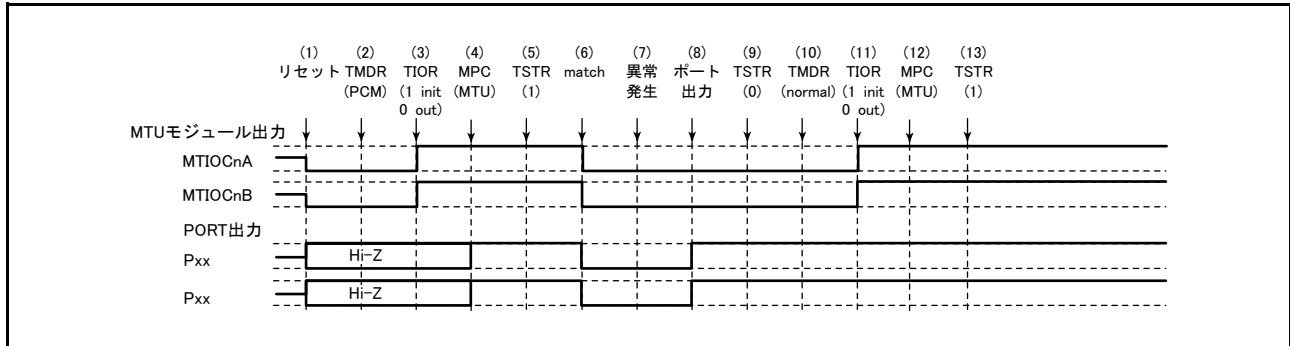

図 22.161 位相計数モードで異常が発生し、ノーマルモードで復帰する場合
位相計数モードで異常が発生し、再設定後ノーマルモードで再スタートする場合の説明図を図 22.161 に示します。
(1) ~ (9) は図 22.161 と共通です。
(10) PWM モード1を設定します。
(11) TIOR レジスタで端子を初期化してください (PWM モード1では MTIOCnB (MTIOCnD) 端子に波形が出力されません。出力すべきレベルがある場合は、I/O ポートのポート方向レジスタ (PDR)、ポート出力データレジスタ (PODR) で汎用出力ポートの設定をしてください)。
(12) MPC と I/O ポートのポートモードレジスタ (PMR) で MTU 出力としてください。
(13) TSTRA レジスタで再スタートします。
(19) 位相計数モードで動作中に異常が発生し、PWM モード2で再スタートする場合の動作
(10) PWM モード2を設定します。
(11) TIOR レジスタで端子を初期化してください (PWM モード2では周期レジスタの端子に波形が出力されません。出力すべきレベルがある場合は、I/O ポートのポート方向レジスタ (PDR)、ポート出力データレジスタ (PODR) で汎用出力ポートの設定をしてください)。
(20) 位相計数モードで動作中に異常が発生し、位相計数モードで再スタートする場合の動作
(10) 位相計数モードで再スタートする場合には必要ありません。
(11) TIOR レジスタで端子を初期化してください。
(13) TSTR レジスタで再スタートします。
(21) 相補 PWM モードで動作中に異常が発生し、ノーマルモードで再スタートする場合の動作